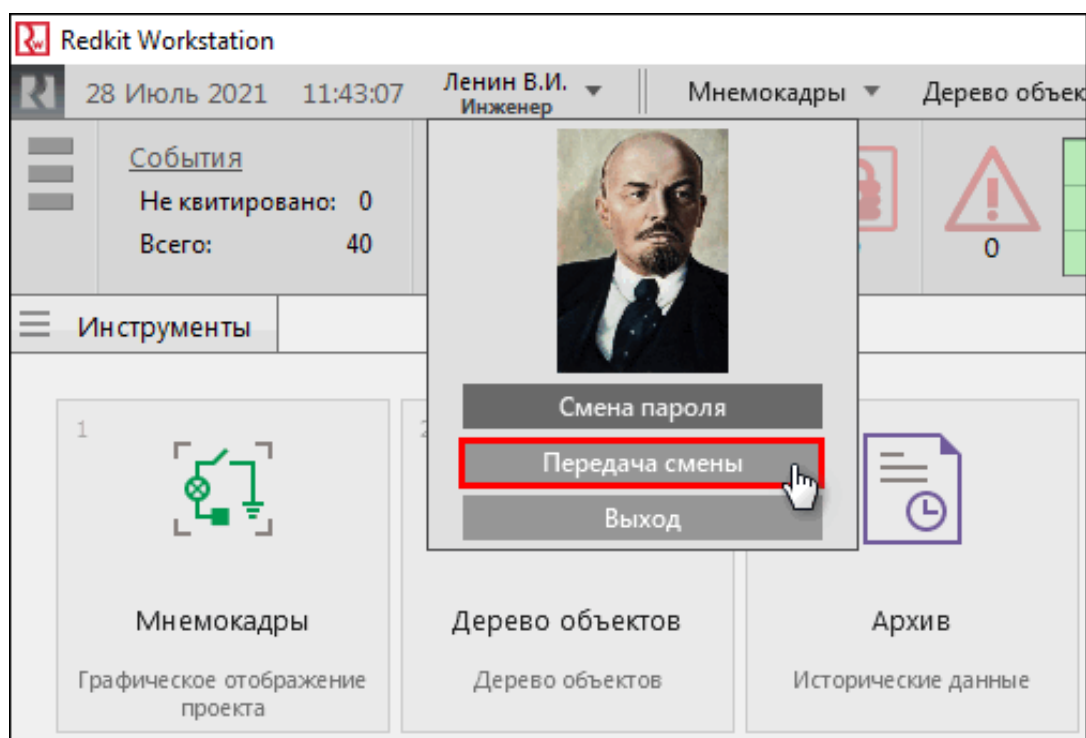

Рисунок 36 - Передача смены
1. Нажмите на реквизиты пользователя на панели главного меню и выберите команду **Передача смены** (Рисунок 36).